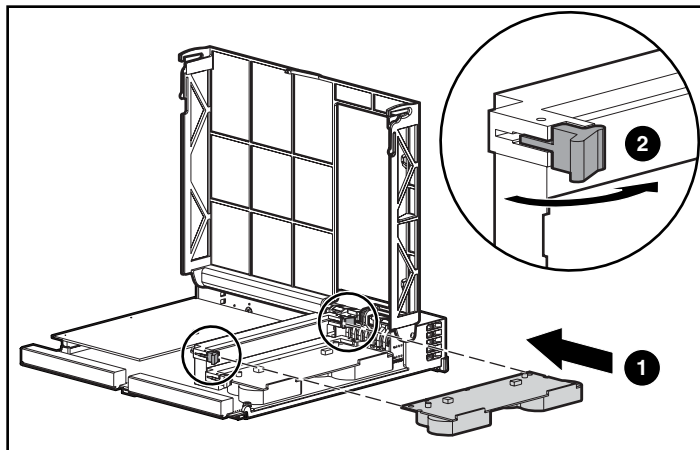

Figure 7 : Installation du module de mémoire cache
6. Installez la nouvelle mémoire cache du contrôleur MSA1000 en la faisant glisser dans le contrôleur ❶. Assurez-vous que les loquets latéraux sont complètement engagés ❷. Reportez-vous à la Figure 7.